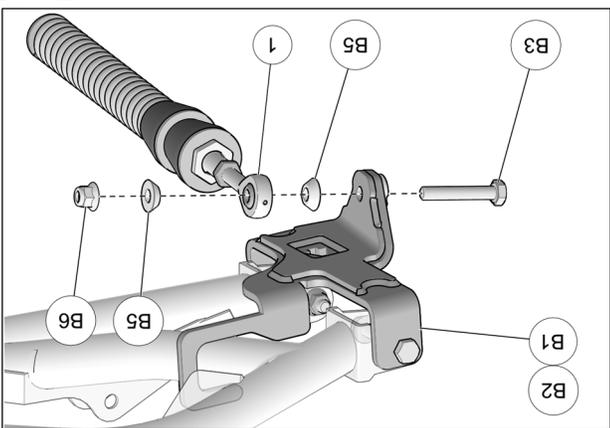

Fig. 10
10. Fixer le bras stabilisateur (1) à l'ancrage de suspension (B1-B2) à l'aide du boulon (B3), des espaces coniques (B5) et de l'écras autobloquant (B6). Serrer à un couple de $70\text{ N}\cdot\text{m}$ [$52\text{ lb}\cdot\text{pi}$]. Voir la Fig. 10